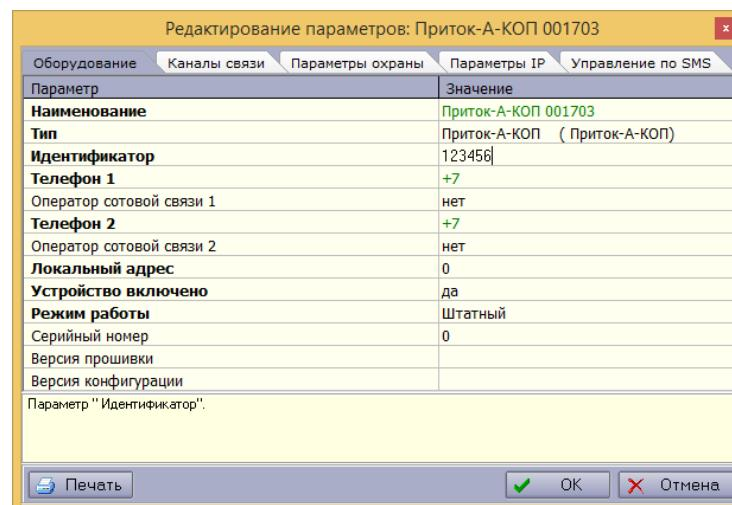

Рисунок 4 – Конфигурирование прибора в АРМ «Конфигуратор»
- «**Идентификатор**» (рисунок 4) – число, совпадающее со значением параметра «Идентификатор прибора на пульте» вкладка «Подключение», установленного в конфигурации прибора (см. вкладку «Подключение» п. 2.2.6). Обязательный параметр.